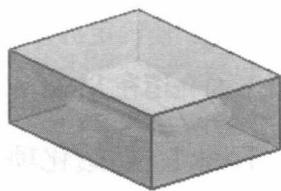

图 1.4 创建后的模具工件
Step4. 单击 **< 确定 >** 按钮，完成创建后的模具工件如图 1.4 所示。